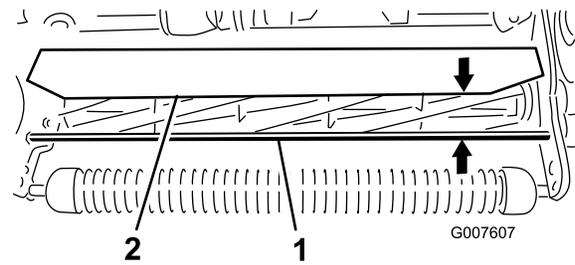

Figure 45
- Mesurez la distance entre le haut de la tige de support avant et le rebord avant du déflecteur, à chaque extrémité du plateau de coupe (Figure 45).